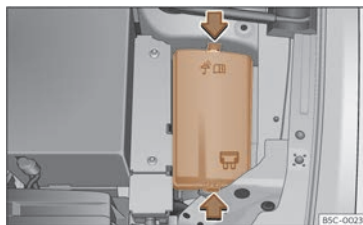

Fig. 206 Al compartiment del motor: tapa de la caixa de fusibles.
- Premeu les pestanyes de bloqueig per desbloquejar la tapa de la caixa de fusibles >>> **fig. 206**.